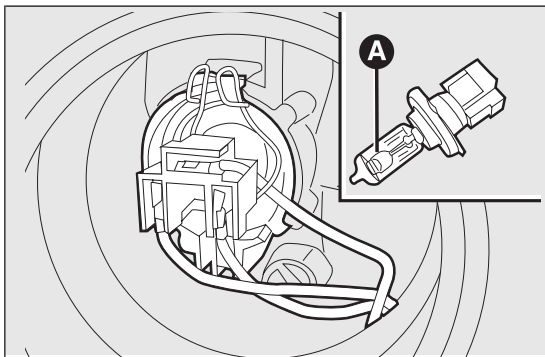

fig. 154
- estrarre la lampada A fig. 154 dal connettore B e sostituirla;